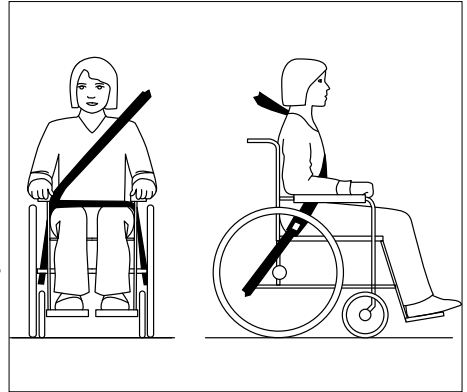

Bild 59
- Se till att säkerhetsbältet inte hålles ifrån kroppen av rullstolens delar, ge särskilt akt på rullstolens armstöd och hjul. För rätt placering se bild 59.